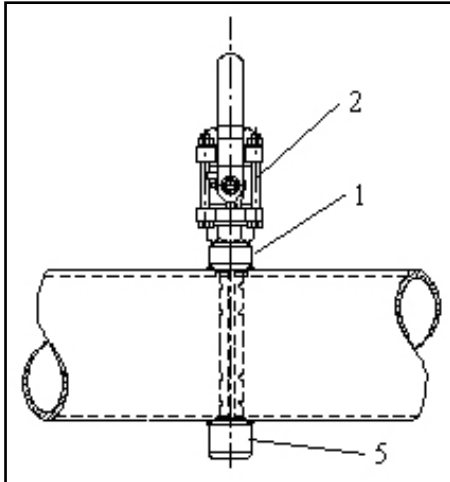

Abb. 12: Montagestutzen mit Absperrventil und Gegenlager
4. Vor dem Festschweißen des Montagestutzens muss das Gegenlager montiert werden [Abb. 12]
11. Befestigen Sie das Absperrventil [2] auf dem Montagestutzen. Öffnen Sie das Ventil – der Handgriff muss sich in der in Abb. 12 gezeigten Position befinden.